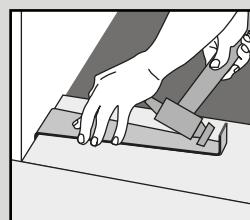

Rys. 3b
- Rozpocząć drugi rząd, mocując pióro do wpustu metodą klik; deskę trzymać pod kątem (około 30°), a następnie wcisnąć deskę/płytkę ciasno we wpust pierwszego rzędu. Zamontować kolejną deskę zazębając pióro i wpust wzdłuż krótkiej krawędzi. Ostrożnie połączyć pióro i wpust po długiej stronie, zestawiając deski/płytki pod kątem (Rys. 3). Płytki i deski należy montować przesunięte względem siebie, aby cztery kąty nigdy się nie spotykały (Rys. 3a i Rys. 3b).